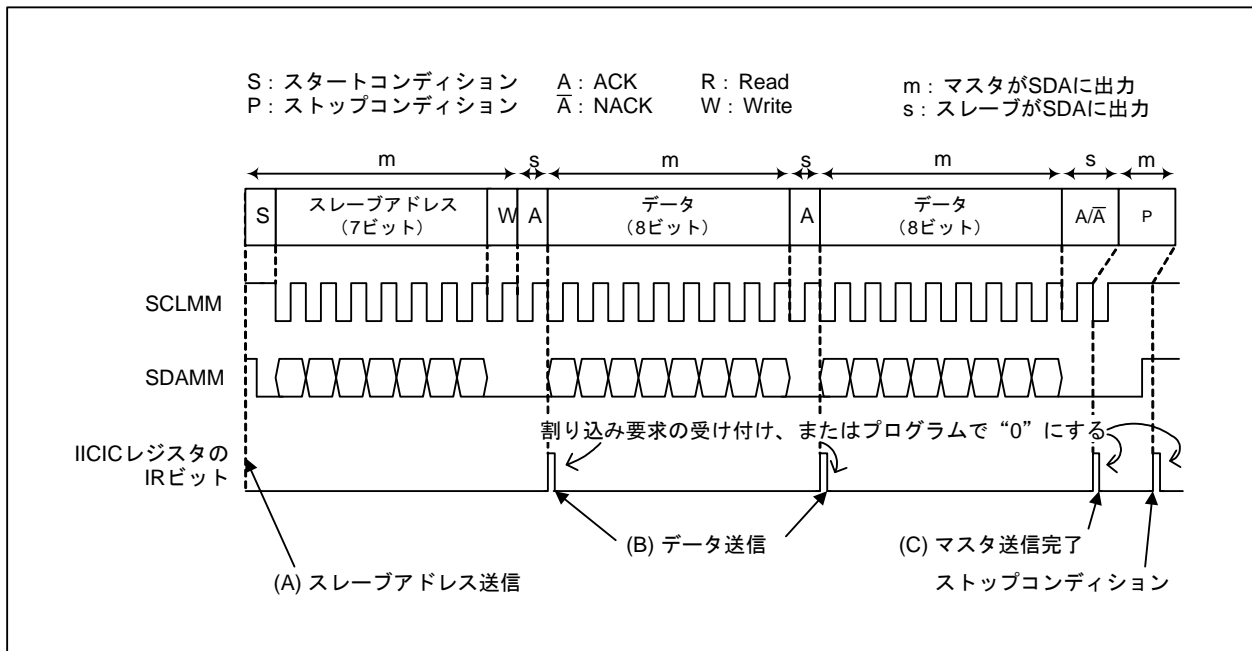

図 25.17 マスタ送信の動作例
マスタ送信の手順と動作を説明します。図 25.17 にマスタ送信の動作例を示します。「25.3.10.1 初期設定」は済んでいるものとします。また、図中の (A)~(C) では、それぞれ次に示すプログラムを実行するものとします。